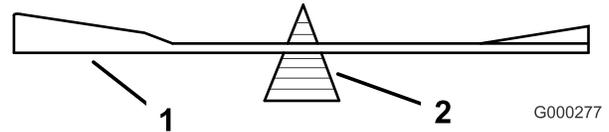
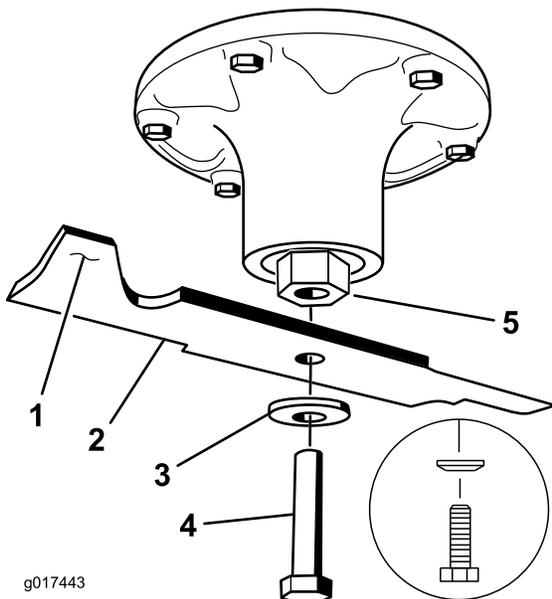

Figura 80
Figura 81
2. Verifique el equilibrio de la cuchilla colocándola sobre un equilibrador de cuchillas (Figura 80). Si la cuchilla se mantiene horizontal, está equilibrada y puede utilizarse. Si la cuchilla no está equilibrada, rebaje algo del metal en la parte de la vela solamente (Figura 81). Repita este procedimiento hasta que la cuchilla esté equilibrada.
2. Instale la cuchilla, la arandela elástica y el perno de la cuchilla. El cono de la arandela elástica debe estar orientado hacia la cabeza del perno (Figura 81). Apriete el perno de la cuchilla a 115-150 N-m.